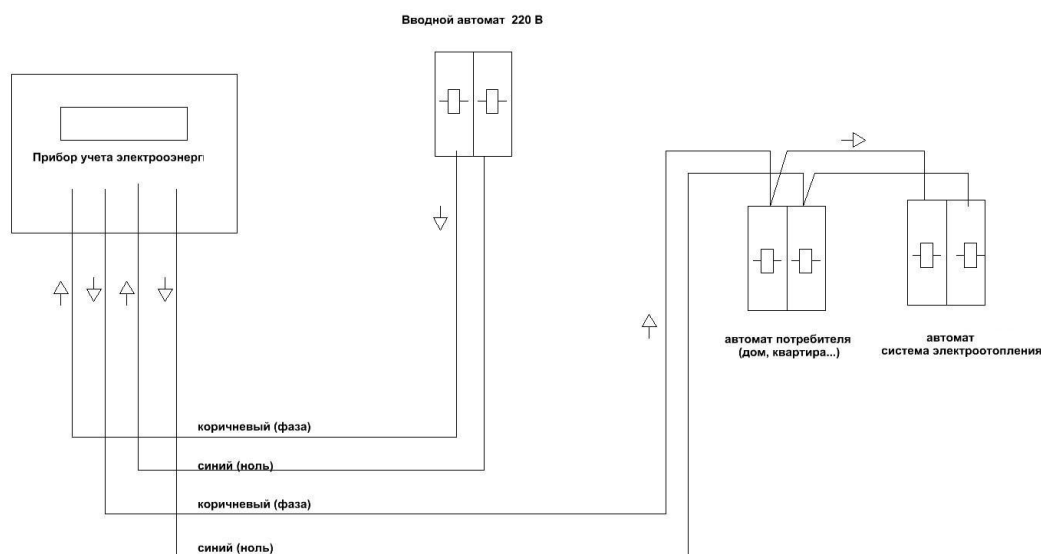

Рис. 1.2.
1.3 Необходимо придерживаться маркировки проводов: **коричневый – фаза, синий – ноль** (рис.1.2), **желто-зеленый** провод служит для заземления, он крепится к контуру заземления болтовым или винтовым соединением. После выполнения всех расключений, проверить работу счетчика на предмет учета электроэнергии! Правильность вращения диска в индукционном счетчике или импульсное мигание светодиода в электронном!